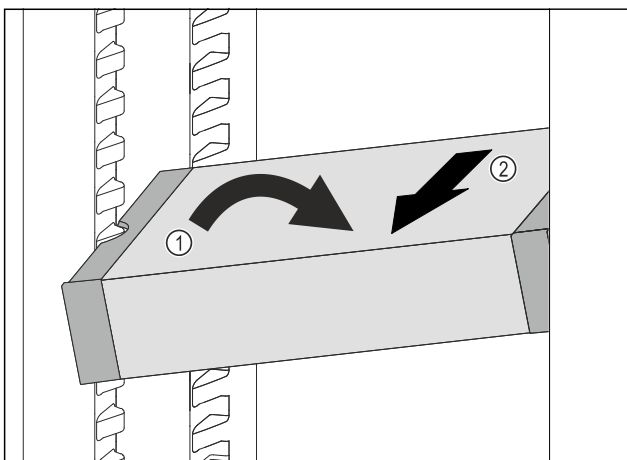

Fig. 201
- ▶ Встановити VarioSafe під кутом в охолоджувальному відділенні. Fig. 201 (1)
- ▶ Витягнути VarioSafe вперед. Fig. 201 (2)